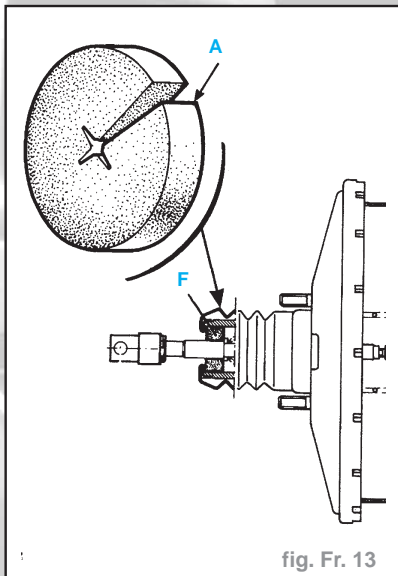

fig. Fr. 13
- Pour le remplacement du filtre à air (F), il n'est pas nécessaire de déposer le servo-frein (fig. Fr. 13).